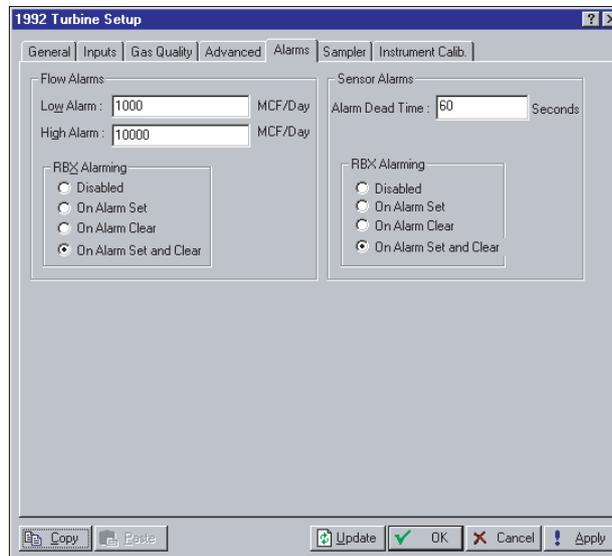

Figura 5-11. Alarmes de Fluxo e do Sensor
3. Clique na guia **Alarms**. Consulte a Figura 5-11.